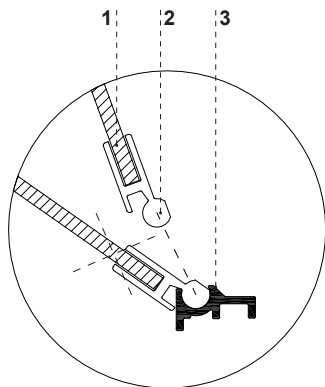

Рис. 11. Демонтаж переднего стекла
-  Во время мытья устройства внутри нельзя оставлять переднее стекло свободно открытым в алюминиевом профиле. Это угрожает повреждением стекла и не подлежит гарантии. Стекло на время консервации вытянуть вместе с профилем Рис. 11 (стр. 51).